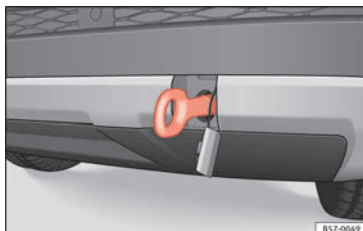

Fig. 101 En el lado derecho del paragolpes trasero: argolla de remolque enroscada.
» **fig. 101 » ❶.** Utilice un objeto adecuado con el que pueda enroscar completa y firmemente la argolla de remolque en su alojamiento.
❶ CUIDADO